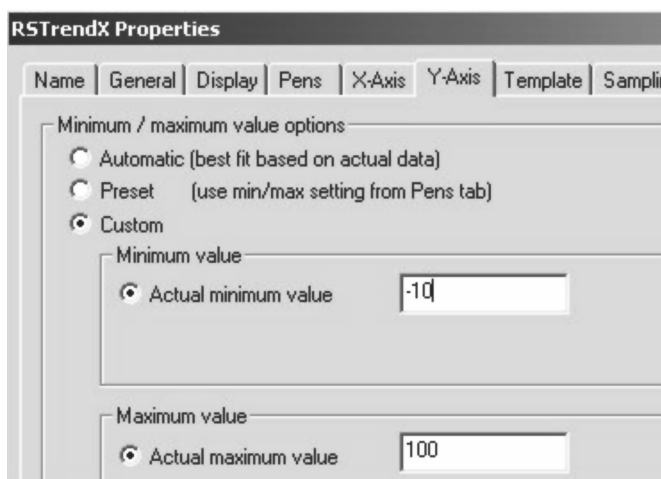

图 16-38 “Y 轴”选项卡
10. 单击“自定义”(Custom)单选按钮,然后按照图 16-38 所示设置最大值和最小值。